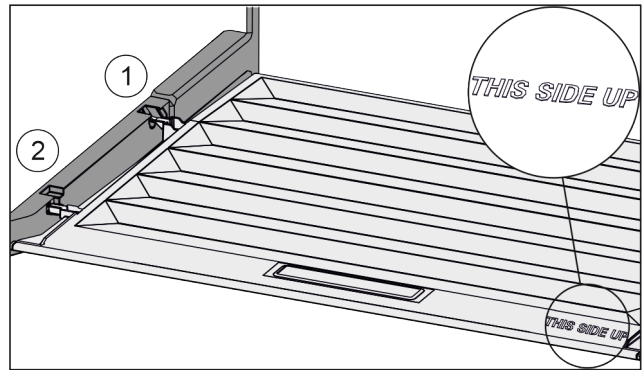

Fig. 81
- ▶ Вставить поперечные ребра крышки через отверстие заднего держателя Fig. 81 (1) и защелкнуть спереди в держателе Fig. 81 (2).